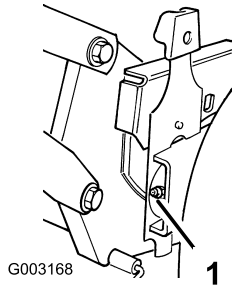

Figura 28
2. Limpie con un trapo limpio los puntos de engrase (Figura 28).